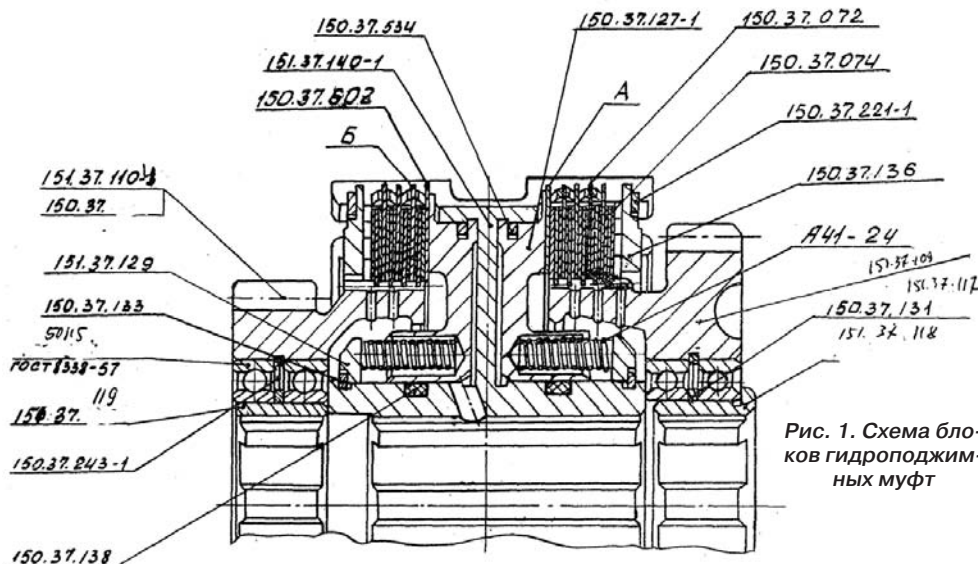

Рис. 1. Схема блоков гидроподжимных муфт
**Сборка коробки передач начинается со сборки гидроподжимных муфт (рис. 1) в следующей последовательности.**